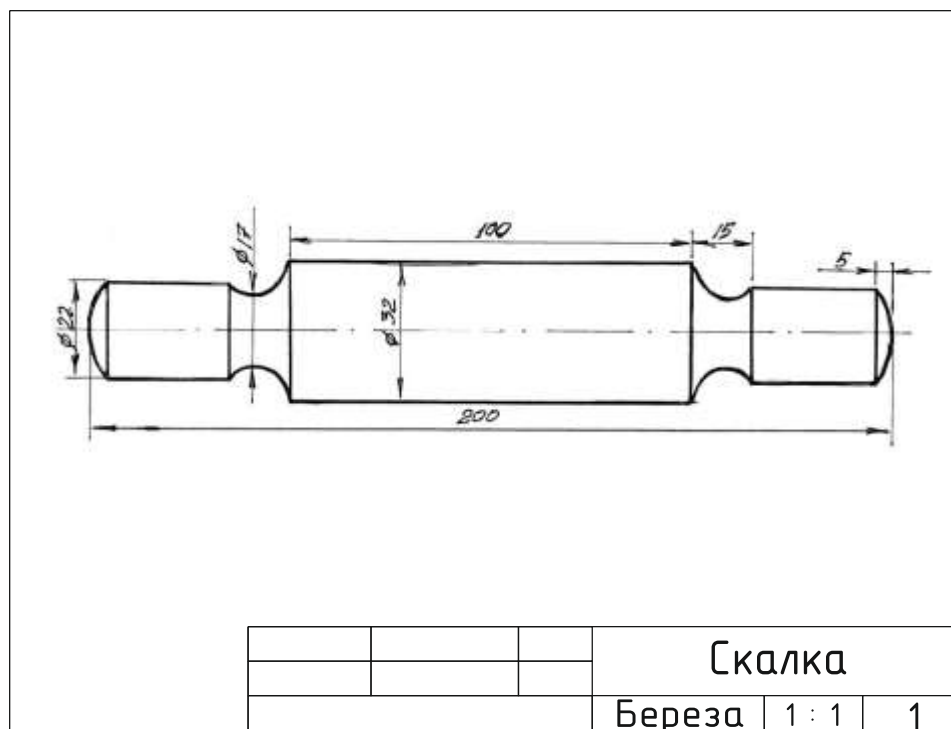

Рис. 1. Чертеж Скалка
2. По чертежу изготовить скалку (рис. 1).